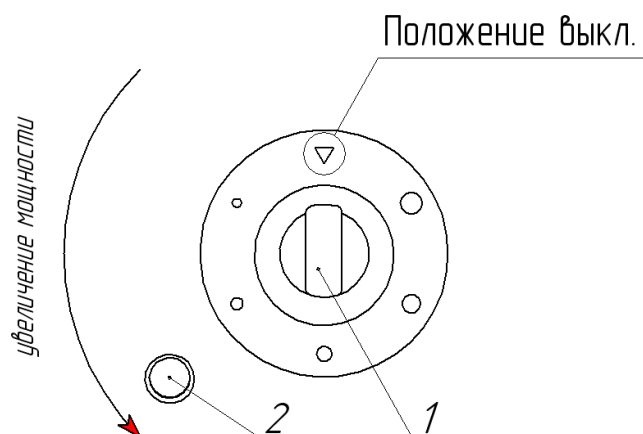

Рисунок 2 - Управление.
- 3) При повороте рукоятки против часовой стрелки (см. рисунок 2), будет происходить постепенное увеличение температуры нагрева. Символ треугольника соответствует положению «ВЫКЛ.».
2.3.5 По завершению работы выключите мармит, повернув ручку терморегулятора на символ треугольника (см. рисунок 2), что соответствует положению «ВЫКЛ».
Выключить нагрев, повернув ручку терморегулятора на символ треугольника (см. рисунок 2).